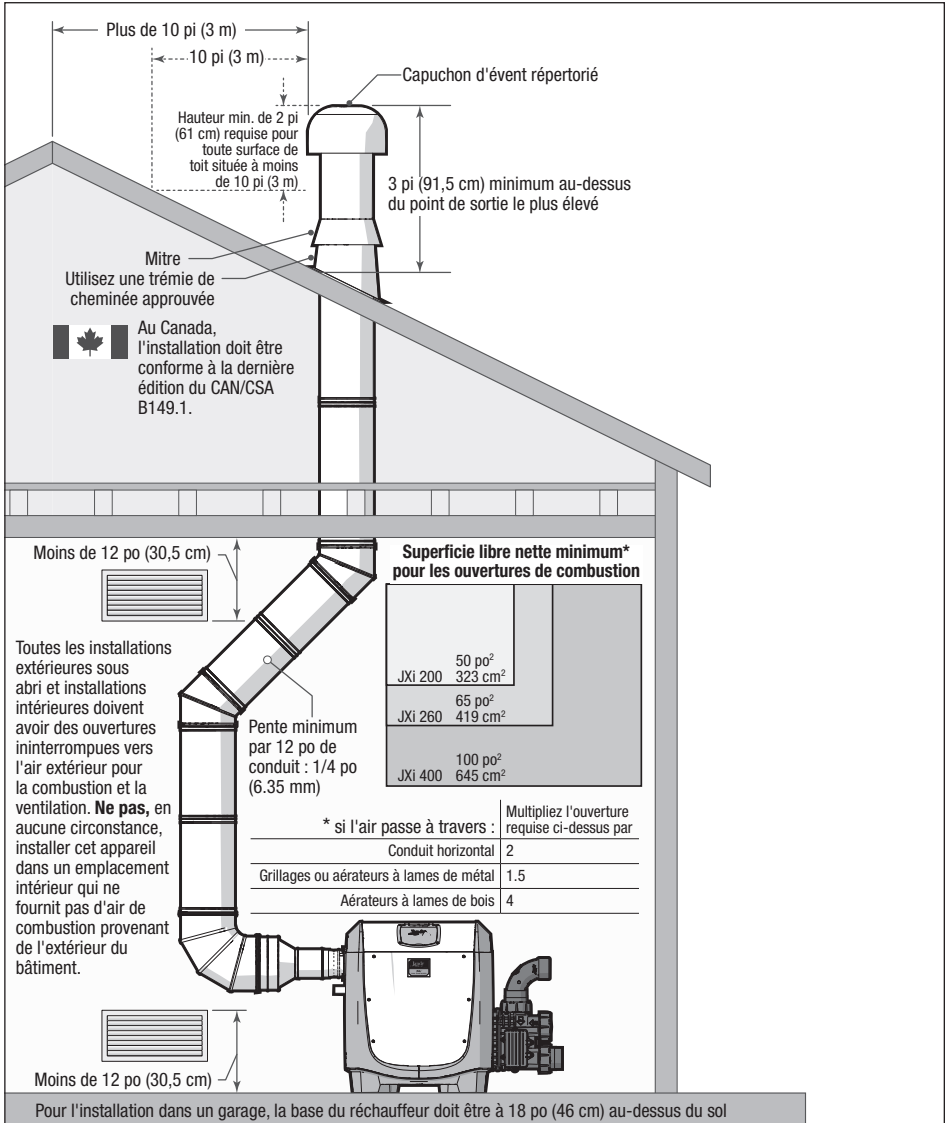

Figure 4. Installations en intérieur et extérieur sous abri
Lorsque l'air de combustion est alimenté directement par un mur extérieur, chaque ouverture doit avoir un espace libre d'au moins 1 pouce carré par évaluation de 4000 BTU/h (1,2 kW) de la consommation thermique totale de tous les appareils dans la zone enclouonnée. Si l'air de combustion doit circuler dans des conduits horizontaux, chaque ouverture doit avoir un espace libre d'au moins 1 pouce carré par évaluation de 2 000 BTU/h (1,2 kW) de la consommation thermique totale de tous les appareils dans la zone enclouonnée. Pour plus de détails, voir Figure 4.
L'information « Superficie libre nette minimum » dans la Figure 4 ne s'applique pas dans les installations où les ventilateurs d'évacuation ou les soufflantes de tout genre sont utilisés. Tout équipement qui évacue l'air de la pièce où le réchauffeur est installé peut réduire l'alimentation en air de combustion ou inverser l'action de tirage naturel du système de ventilation. Cela peut causer l'accumulation de produits de combustion dans la pièce. De l'air supplémentaire doit être fourni pour compenser un tel échappement. Consultez un ingénieur pour garantir que les installations utilisant des ventilateurs d'extraction ou des soufflantes sont conçues et installées conformément à tous les codes d'installation locaux et nationaux applicables.
- Les passages horizontaux doivent être inclinés vers le haut en s'éloignant du réchauffeur, vers une sortie de ventilation avec une pente minimum de 1/4 po par pied horizontal (2 cm/m). Voir *Figure 4*.